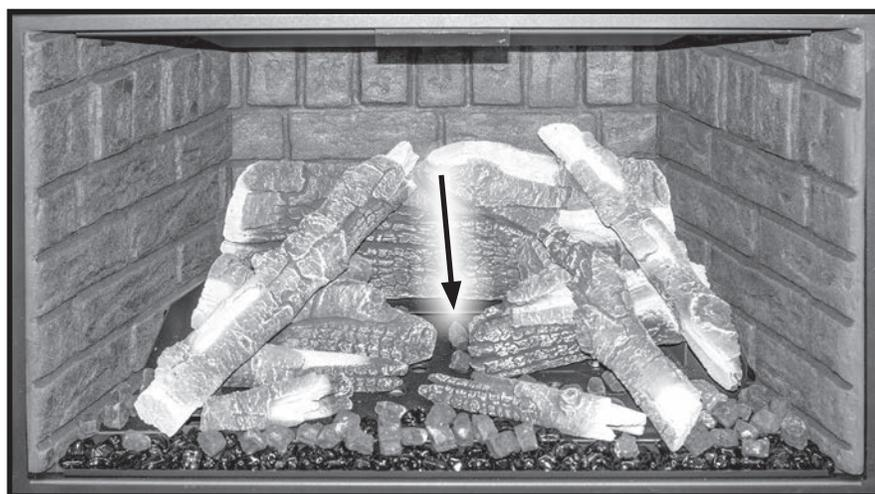

Figure 50. pépites et laine de braise
9. Faites fonctionner l'unité pendant 15 minutes, puis réglez le venturi au besoin à l'aide de l'outil de porte. La figure 50 ci-dessus montre à quoi ressemblerait l'apparence de la brûlure et de la flamme lorsque l'ensemble de bûches est correctement installé et venturi ajusté.